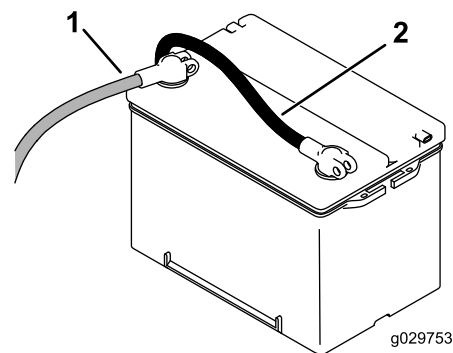

Bild 6
5. Schließen Sie das Minuskabel (Schwarz) von der Batterie ab; schließen Sie dann das Pluskabel (Rot) ab (Bild 6). Bewahren Sie die Befestigungen für die Kabel auf.
2. Schließen Sie das Pluskabel (Rot) am Pluspol (+) der Batterie und das Minuskabel (Schwarz) am Minuspol (-) der Batterie an (Bild 6).